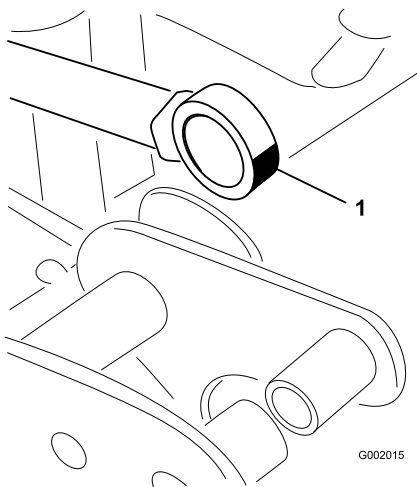

図 46
5. アクチュエータロッドのベアリング端部を動かしながらベアリング内部にグリスを注入する(図 46)。はみ出したグリスはふき取る。